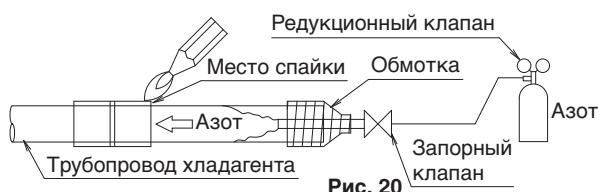

Рис. 20
- Перед пайкой трубопровода для хладагента дождитесь, пока азот вытеснит из него воздух. Затем выполните запаивание (ПРИМЕЧАНИЕ 2). (**См. рис. 20**) После завершения работы по запаиванию, выполните соединение развальцовки с блоком.